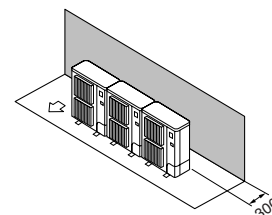

Fig. 2-8
- ① Alleen obstakels aan de achterzijde (Fig. 2-8)